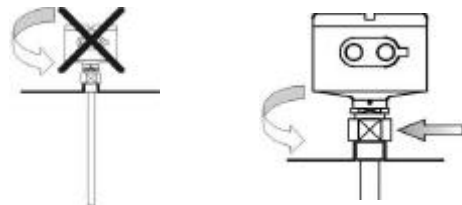

Fig. 6.6
- Durante a instalação das versões do transmissor com conexão rosca, **JAMAIS** gire o invólucro durante sua montagem. Utilize somente a parte sextavada da conexão sob o risco de danificar o instrumento. Observe a Fig. 6.6.